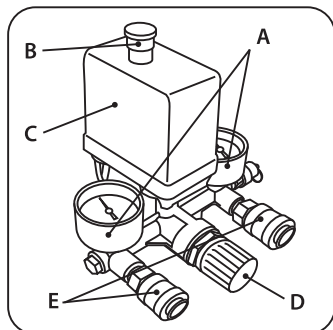

рис. 11
По истечении времени обкатки закройте клапан слива конденсата и проверьте, чтобы компрессор нагнетал воздух в ресивер и останавливался автоматически по достижении максимального рабочего давления, указанного на индикаторе манометра (A) (рис. 11).
Компрессор работает полностью автоматически при помощи реле давления (C) (рис. 11), останавливающего двигатель по достижении максимального давления и запускающего компрессор при падении давления до минимального установленного уровня (на 2 бара меньше максимального рабочего давления).
Регулировка и контроль выходного давления сжатого воздуха возможны с помощью выходного редуктора и манометра расхода выходного воздуха. Для выполнения этой операции нужно повернуть вентиль редуктора (D) (рис. 11) по часовой стрелке для увеличения давления, против часовой стрелки — для уменьшения давления. По окончании работы рекомендуется перевести значение выходного давления на ноль по манометру (A) (рис. 11). Данная операция необходима, чтобы предотвратить увеличение погрешности манометра и быстрый износ редуктора.
Подключение пневматического инструмента к компрессору осуществляется с помощью выходного быстросъемного штуцера (E) (рис. 11).